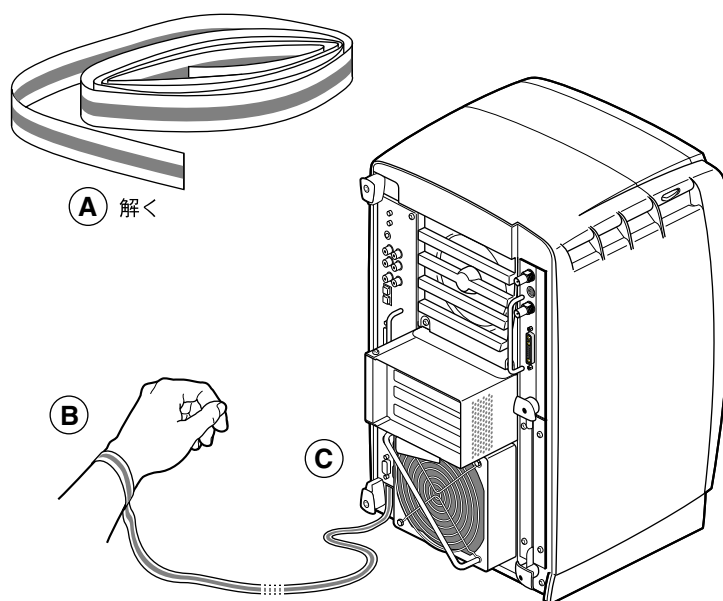

図2-5 リストストラップの装着
1. 最初の2巻を解きます (図2-5のAを参照)。
2. 粘着側を腕に固く巻きつけ (B)、残りを解きます。次に、反対の端にある銅線をむき出します。
3. ワークステーションの金属部分など、アースを取ることができる部分に銅線を接続します (C)。